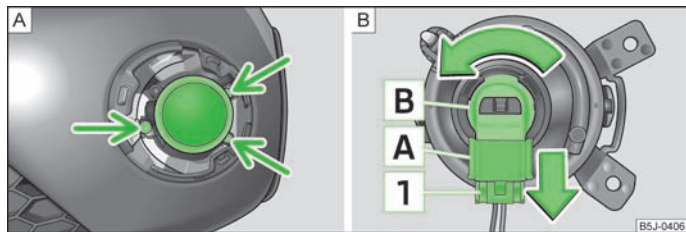

Fig. 152 Pare-chocs avant : Phare antibrouillard /phares antibrouillard : Remplacement de l'ampoule
- » Dévisser les vis » fig. 152 - **A** avec le tournevis » page 165, *Outils de bord*.
- Poussez la fixation [1] » fig. 152 de la fiche [A] et sortez la fiche de la douille [B].